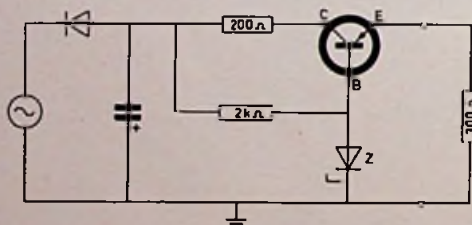

Fig. 9
- 2 Een eenvoudig gestabiliseerd voedingsapparaat is belast met een weerstand van 300 Ω (zie fig. 9). Van de transistor is $\alpha_E = \frac{I_C}{I_B} = 39$. Bij de gegeven instelling is $U_{BE} = -0,2$ volt, $U_{CE} = -4,1$ volt. De spanning over de zenerdiode Z is $-6,2$ V.